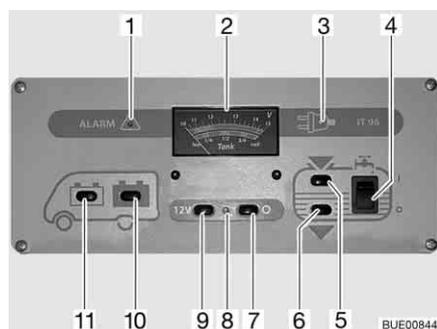

Fig. 151 Panel IT 96-2
El interruptor principal de 12 V (Fig. 151,7 y 9) conecta y desconecta el panel y la alimentación de 12 V del habitáculo.
**Conectar:** ■ Pulsar el interruptor (Fig. 151,9) "12 V": La alimentación de 12 V del habitáculo está conectada. La luz de control (Fig. 151,8) se enciende de color verde.
**Desconectar:** ■ Pulsar el interruptor (Fig. 151,7) "O": La alimentación de 12 V del habitáculo está desconectada. La luz de control (Fig. 151,8) se apaga.
Observar la escala superior del instrumento indicador V/depósito (Fig. 151,2). El instrumento indicador se ilumina automáticamente al accionar el interruptor.
- Pulsar el interruptor (Fig. 151,11) "☺": Indica la tensión de la batería del motor de arranque.
- Pulsar el interruptor (Fig. 151,10) "☺": Indica la tensión de la batería del habitáculo.
Observar la escala inferior del instrumento indicador V/depósito (Fig. 151,2). El instrumento indicador se ilumina automáticamente al accionar el interruptor.
- Pulsar el interruptor (Fig. 151,5) : Indica la cantidad de agua.
- Pulsar el interruptor (Fig. 151,6) : Indica la cantidad de aguas residuales.
- Pulsar el interruptor basculante (Fig. 151,4) por arriba "I": El suministro de agua está conectado.
- Pulsar el interruptor basculante (Fig. 151,4) por abajo "O": El suministro de agua está desconectado.
La luz roja de "ALARMA" (Fig. 151,1) parpadea en cuanto la tensión de la batería del habitáculo baja de 11 V (medición durante el servicio) y hay peligro de descarga completa.
Se enciende la luz de control de 12 V (Fig. 151,8) cuando se conecta el interruptor principal de 12 V (Fig. 151,9).
Se enciende la luz de control de 230 V (Fig. 151,3) amarilla cuando hay tensión de red en la entrada del bloque eléctrico.